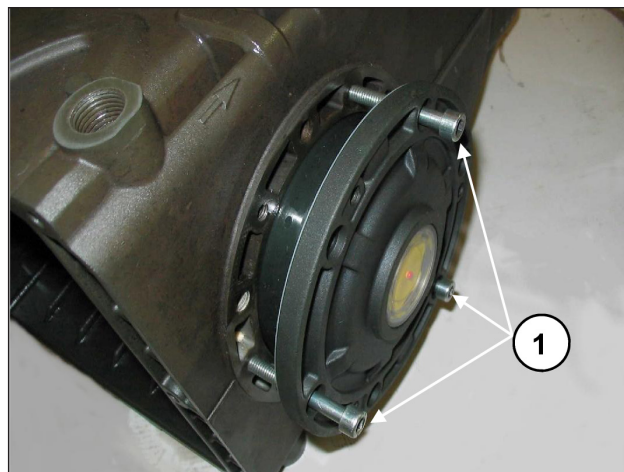

Fig. 8
Para facilitar a entrada da primeira seção e da relativa inserção das coberturas no carter, aconselha-se o uso de três parafusos M6 x 40, parcialmente rosqueados, (Fig. 8, pos. ①) para, em seguida, completar a operação com os parafusos fornecidos (M6x16).
Para a aproximação de duas coberturas laterais no carter, pode-se usar três parafusos M6x40 para uma primeira fase de orientação, como já indicado anteriormente Fig. 8, e os parafusos previstos para a fixação final.